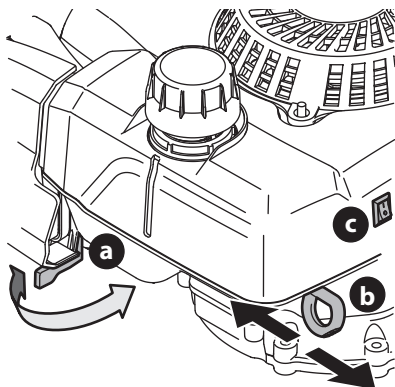

Figure 6
1. Le cas échéant, vérifiez que la soupape de carburant (a) est ouverte (Figure 6).